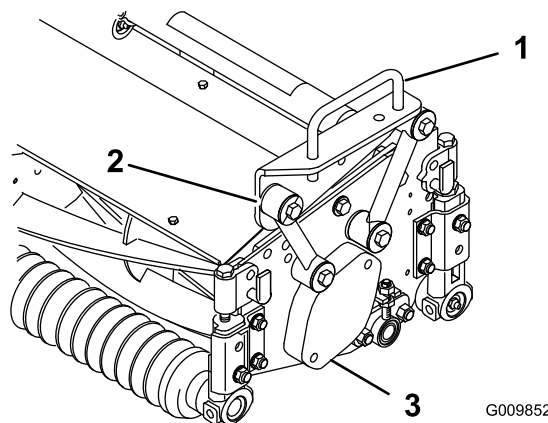
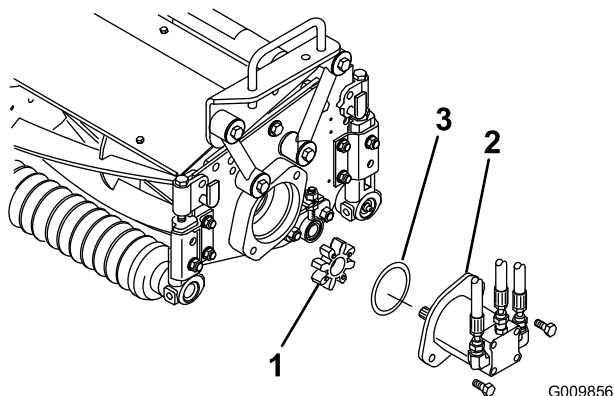

Figura 4
Figura 8
2. Posizionate un telaio portante su ogni apparato di taglio, allineando i fori con i tiranti di montaggio (Figura 4).
3. Fissate ogni tirante di montaggio sul telaio portante con un bullone (3/8 x 2-1/4 poll.), 2 rondelle e un dado di bloccaggio, come mostrato in Figura 4. Posizionate una rondella su ogni lato del tirante durante il montaggio. Serrate a 42 Nm.
2. Rimuovete il coperchio della sede del cuscinetto (Figura 4) dall'estremità interna dell'unità di taglio destra. Installate il coperchio e la guarnizione (in dotazione con l'apparato di taglio) sull'estremità esterna. Posizionate il giunto radiale (Figura 8) fornito nella sede del cuscinetto.
3. Inserite l'O-ring (in dotazione con l'apparato di taglio) sulla flangia del motore principale (Figura 8).
4. Montate il motore e il giunto radiale sul lato comando dell'apparato di taglio e fissate con i 2 bulloni in dotazione con l'apparato di taglio (Figura 8).